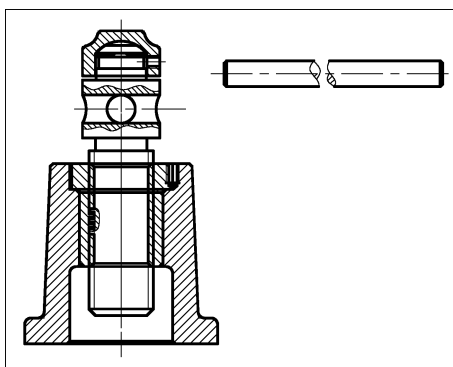

图 11-56 复制绞杆示例
2) 在“QD010 装配图”绘图区，单击“剪贴板”面板→“粘贴”按钮，在指定位置单击鼠标，粘贴图形，如图 11-56 所示。